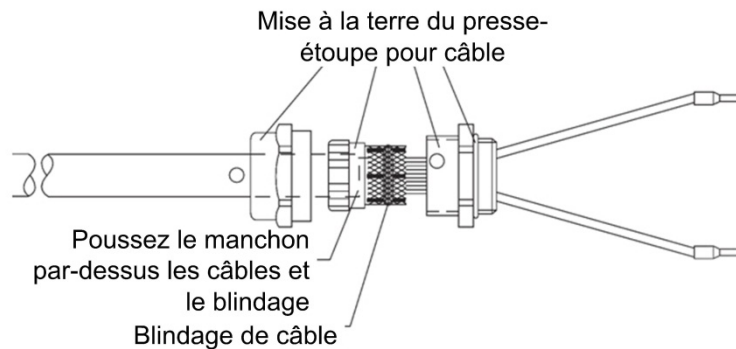

Figure 3-26 : Préparation du câble du bloc de batteries
6. Repliez le blindage par-dessus le composant en plastique du presse-étoupe (Figure 3-26). Enfoncez ensuite cet ensemble dans le corps métallique fileté du presse-étoupe.